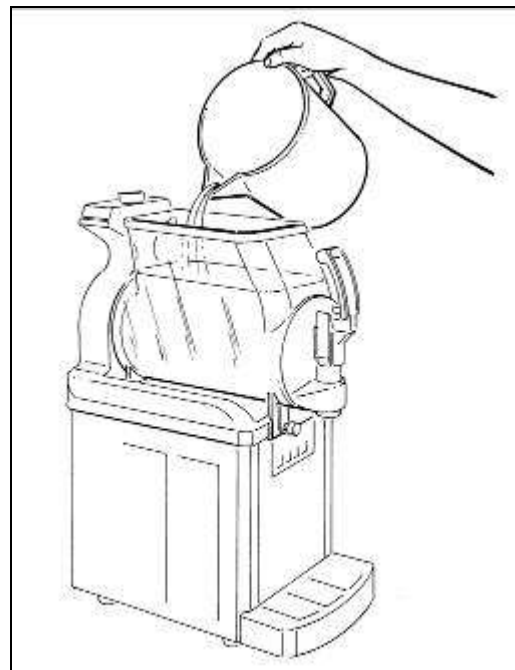

Fig. 5
- Versare il prodotto ottenuto nella vasca (vedi fig.5).